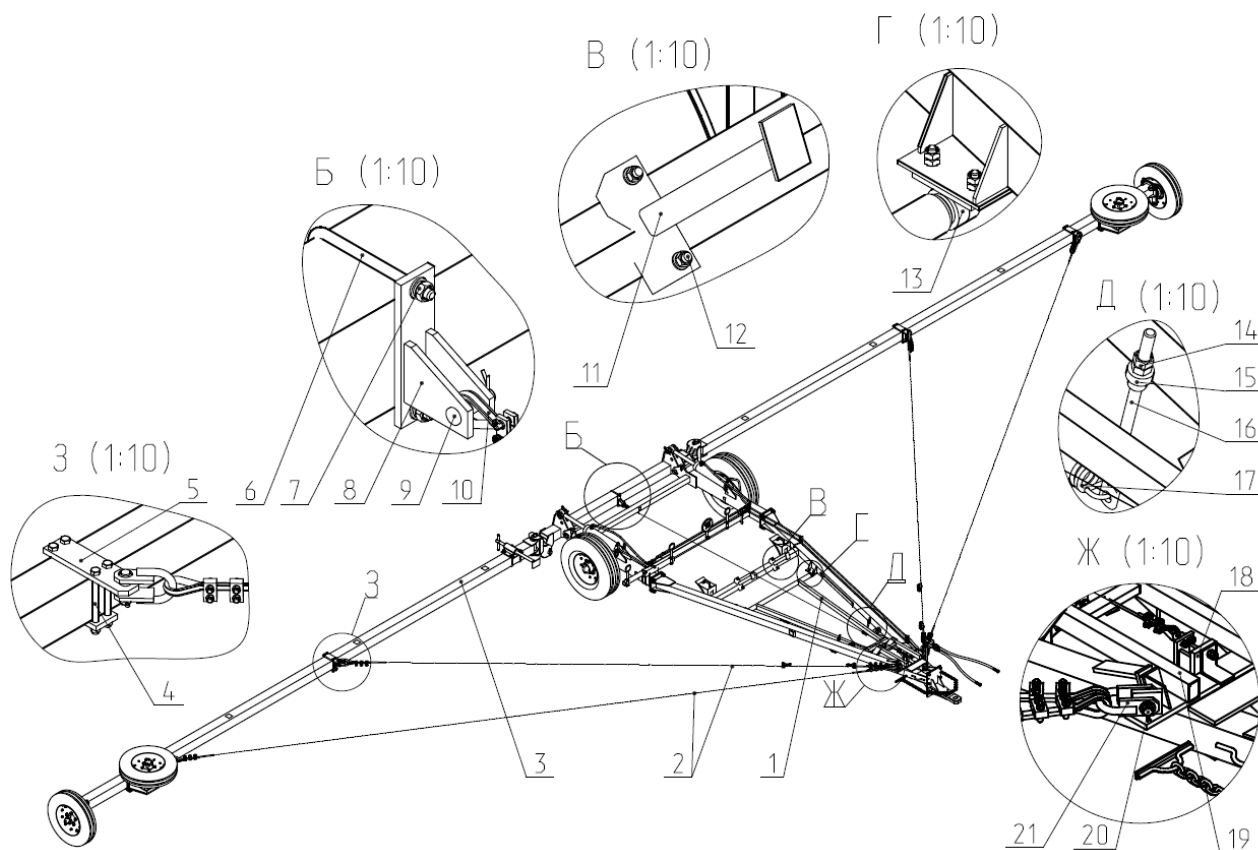
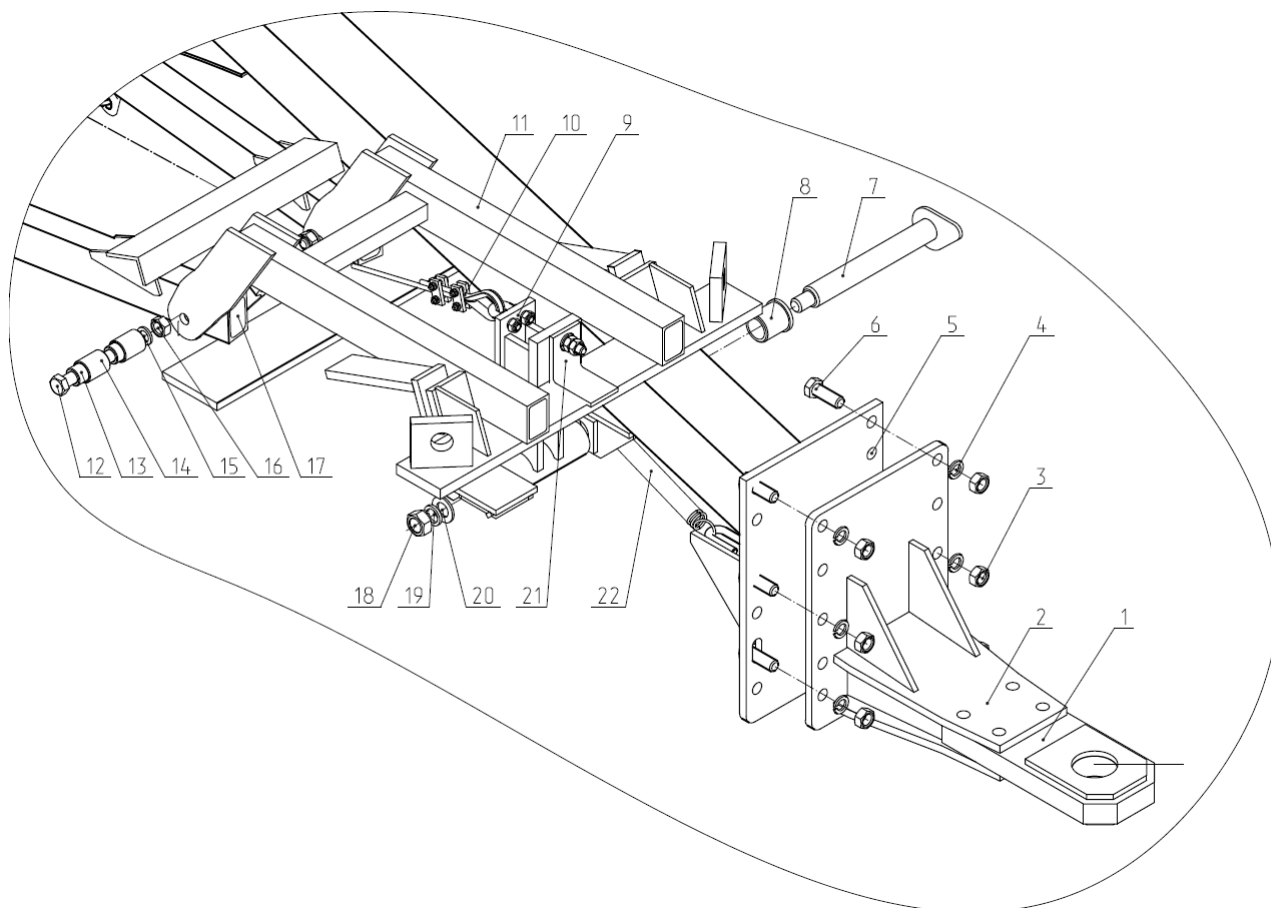

Рис.12 Механизм тросов бороны
Рис.13 Рамка.
2.1.8 Навеска боронок (рис.12) состоит из поперечных штанг 6 и 7, которые закреплены на балках бороны скобами 14. Штанги соединены между собой болтами 1 в сквозь держатель 4. На крюк держателя навешивается цепная подвеска 6, к которой в свою очередь закрепляются на проушинах бороны 20. Другими проушинами бороны крепятся к поводкам 8, которые закрепляются на коромыслах 5 осями 12, а коромысла на штангах 6 и 7 осями 11.
2.1.9 Тросовый механизм (рис.12) служит для фиксации тросовых растяжек во время работы и их расфиксирования при переводе бороны в транспортное положение. Механизм состоит из канатов 2 (Ø12), соединенных со штангой 1, через рамку 19 (шарнирно закрепленной на дышле бороны) и с боковыми балками бороны через планки 5 болтами 4.
2.1.8.1 Фиксатор 9 (рис.13) приводится в движение (при переводе бороны в транспортное положение) тросом 10, который прикреплен к центральной балке через рычаг 8 (рис.12). В обратное положение фиксатор возвращается под действием пружины 22. Для ограничения проворота штанги 1 (рис.12) на дышле снлицы смонтированы упоры 11.
Штанга 1 (рис.12) состоит из штанги 17 (рис.13) и рамки 11 шарнирно соединены между собой болтом 12, пальцем 13 и втулкой 14. Фиксатор 9 шарнирно закреплен в кронштейнах снлицы осью 7 втулкой 8 и затянут гайкой 18.